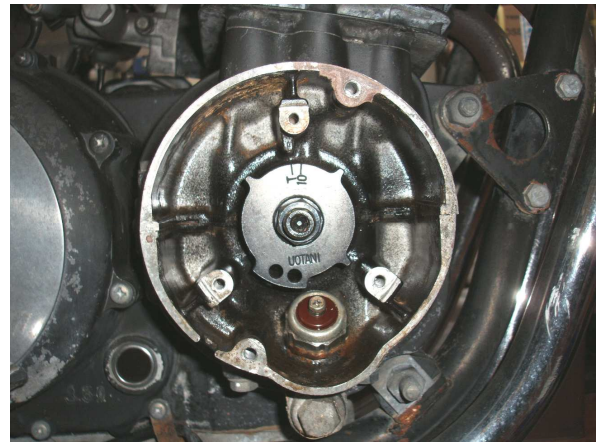

図2、SP II タイミングロータの取り付け
- ②SP II タイミングロータを付属の8\*35mmボルトを使用して取り付けして下さい(図2)。